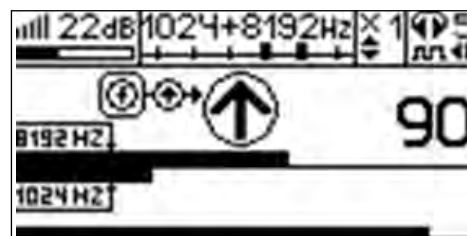

Рис.4.3
3. Включить приемник. В «Стартовом окне» следует выбрать вид принимаемого сигнала – «двухчастотный» . После запуска измерения кнопкой  появится окно «направление сигнала» (рис.4.3).